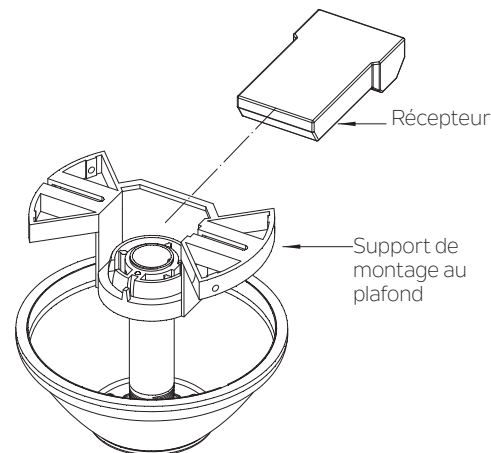

Fig. 11
**Étape 1.** Insérez le récepteur dans le support de montage au plafond, le côté plat du récepteur faisant face au plafond. (Fig. 11)